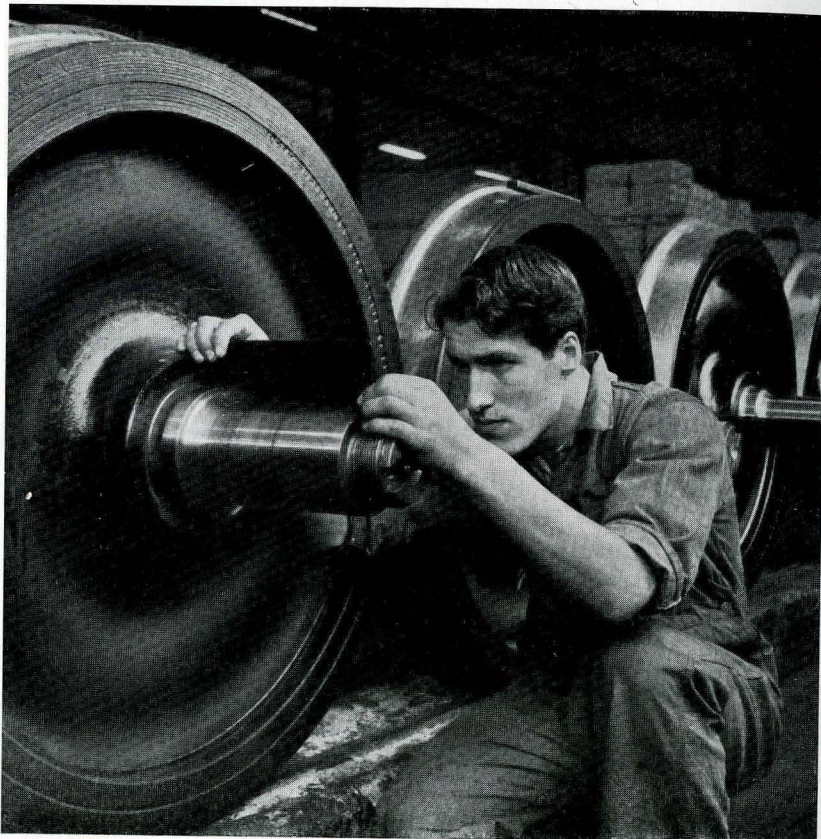

Fig. 3
2. Med en för ändamålet utförd mall kontrollerar man, att tappens profil är riktig, fig. 3.